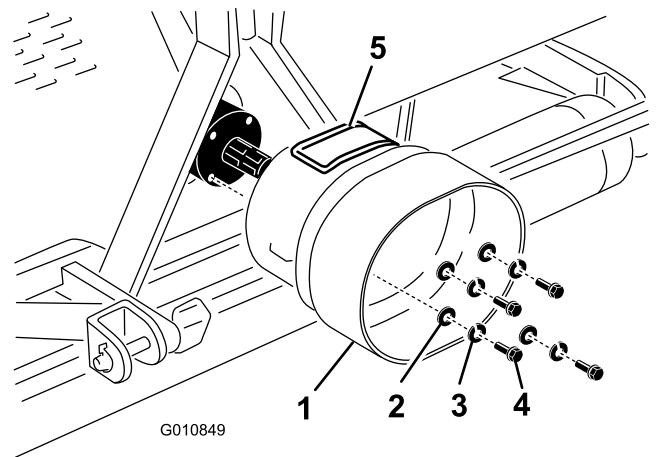

图22
1. 卸下固定至打孔机齿轮箱后部的 4 个螺栓、锁紧垫圈和扁平垫圈（图22）。
2. 用之前卸下的紧固件将 PTO 护罩安装到打孔机齿轮箱上（图22）。安装 PTO 护罩时，应确保检修门（图22）朝向上面或侧面，具体取决于打孔机机架配置。
注意： 您可以打开检修门 (图22)，以便拆装 PTO 轴安装紧固件。